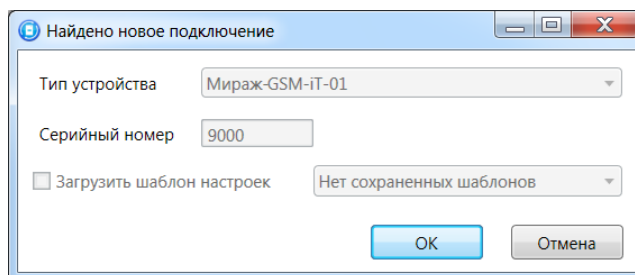

Рис. 5.8. Окно *Найдено новое подключение*
6. При подключении контроллера к ПК с запущенной программой *Конфигуратор Профессионал* появится окно *Найдено новое подключение* (рис. 5.8), в котором будут автоматически установлены параметры устройства (тип и серийный номер). В этом окне также можно загрузить шаблон настроек, сохраненный ранее, установив соответствующий флажок и выбрав номер шаблона из раскрывающегося списка. Задав необходимые параметры, нажмите кнопку *ОК*.